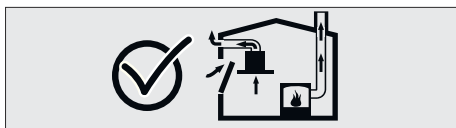

Fig. 3
- Portanto, deve ser assegurada uma entrada adequada de ar fresco. Fig. 3